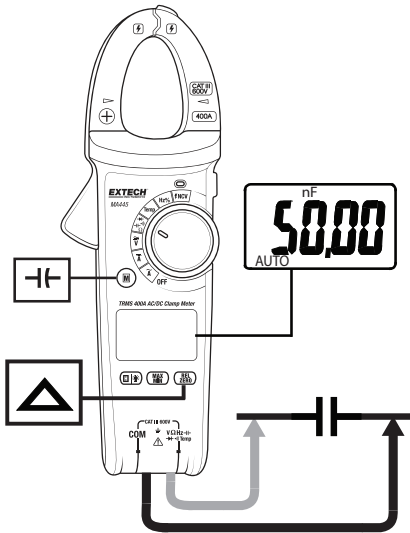

图 9 – 测量电容
3. 将黑色引线香蕉插头插入负极 (COM) 插孔内。将红色测试引线香蕉插头插入到正极插孔内。请参阅图 9。